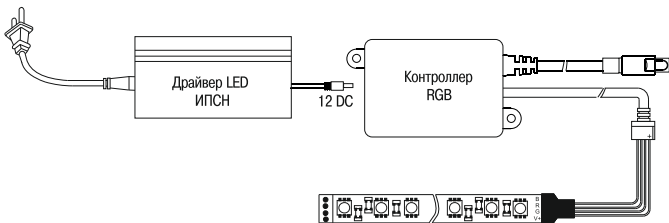

Рисунок 2
5.6.3 3 Подключите ленту RGB к контроллеру RGB открыв коннектор и вставив в него ленту RGB. При подключении необходимо соблюдать полярность (рисунок 2).